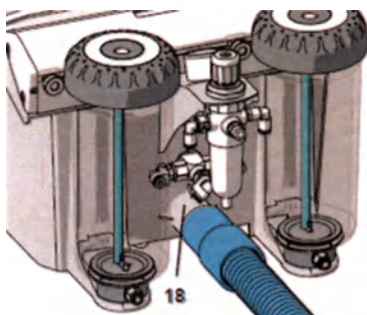

Рис. 4
- Размотайте сетевой кабель (12)
5. Подключение к устройству отсоса (рис.4):
- Отсасывающий шланг устройства отсоса насадить на трубу (18).